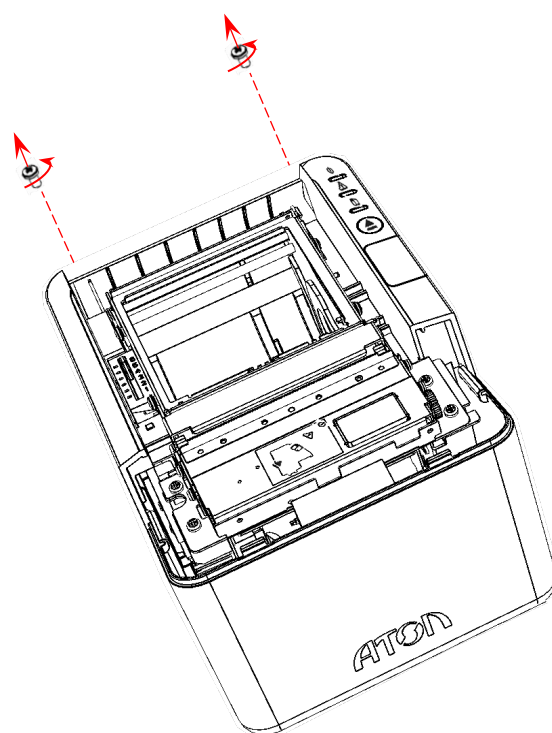

Рисунок 13. Винты крепления верхней части корпуса к печатающему механизму
- 18** Вкрутить два винта крепления верхней части корпуса к нижней части (см. рисунок 13).